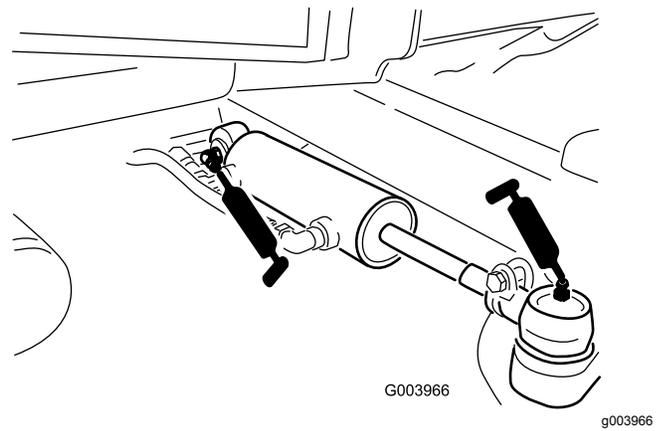

Рисунок 78
- Шаровые опоры гидроцилиндра рулевого управления (2 шт.) (Рисунок 78)